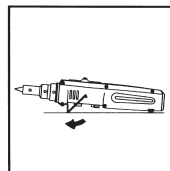

Fig. 6
2. Om du behöver ha båda händerna fria för det jobb du ska göra, behöver du bara vika ut stödet så att lödpennan kan stå. Se fig. 6.